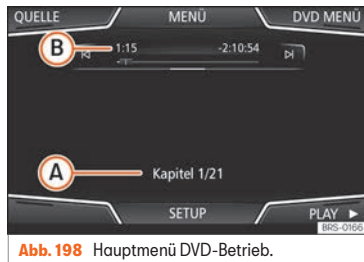

Abb. 198 Hauptmenü DVD-Betrieb.
- Bildschirm kurz antippen, um die Funktionsflächen im Hauptmenü DVD-Betrieb einzublenden »» Abb. 198.